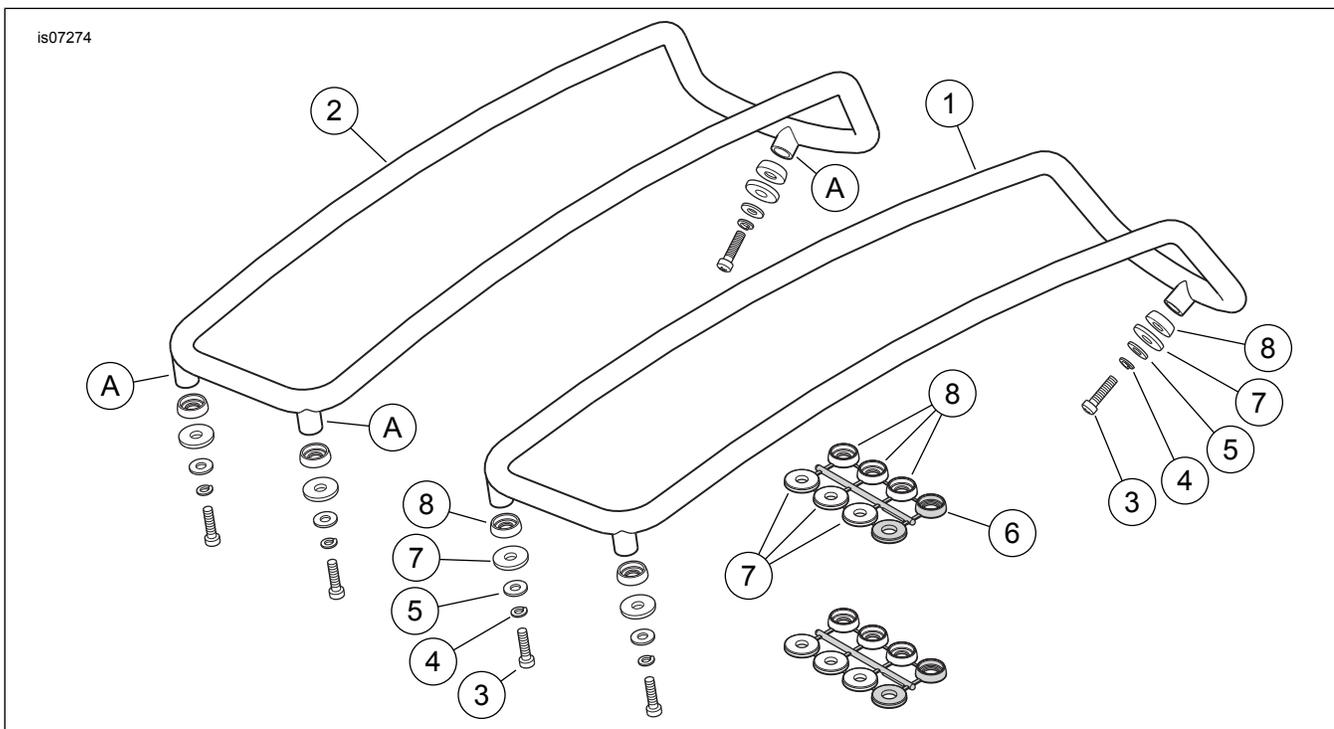

Figura 1. Piezas de servicio: Kit de rieles de las tapas de las alforjas
Vea Figura 1 y Tabla 1.
2. Vea Figura 1. Coloque el riel decorativo correcto (1 o 2) en la posición aproximada de montaje en la tapa de la alforja.
3. Coloque un pedazo de cinta adhesiva de 51 mm (2 in) de ancho en la tapa de la alforja, debajo de cada uno de los tres salientes de montaje del riel decorativo (A).
4. Corte las tres almohadillas (8) y arandelas (7) de montaje **del mismo tamaño** del juego de almohadillas y de arandelas de montaje (6).